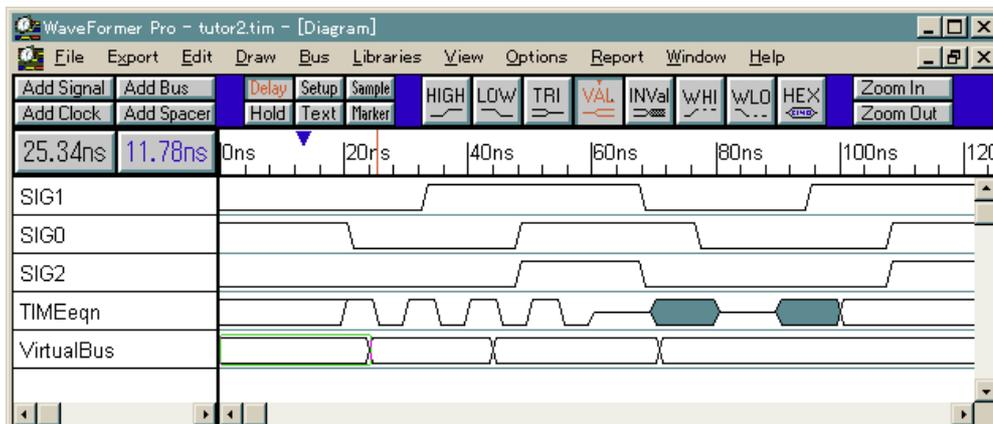

図 2.9 仮想バスの生成過程
5. 最初のセグメントを左マウス・クリックします。選択されたことを示す枠がセグメントを囲んで表示されます(図 2.9)。